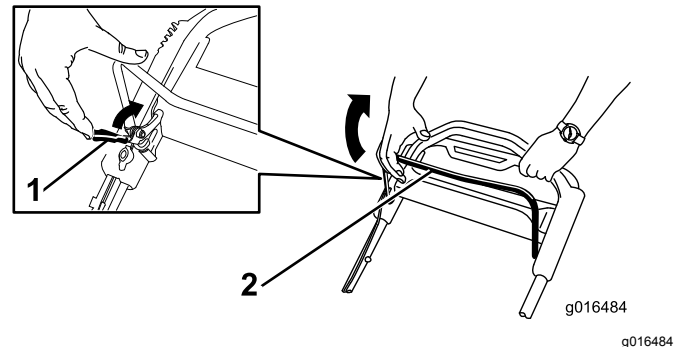

Figure 20
1. Ramenez le dispositif de verrouillage de la barre de commande des lames vers la barre de commande des lames (Figure 20).
2. Serrez **lentement** la barre de commande des lames contre le guidon (Figure 20).